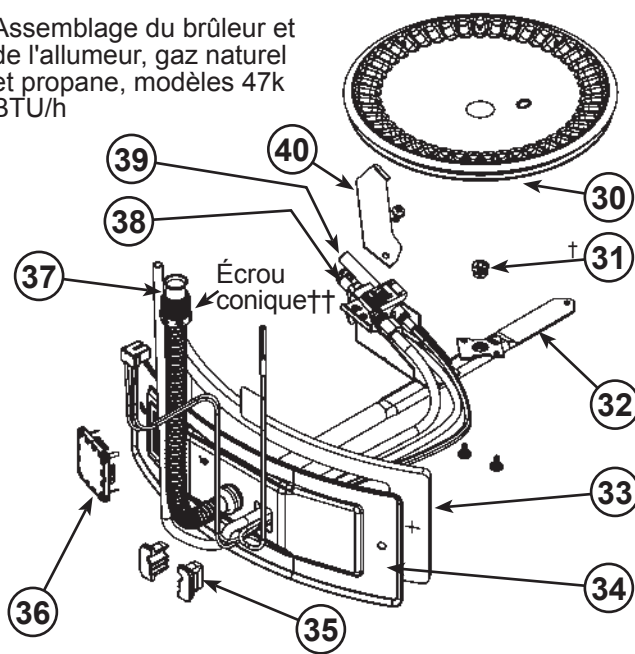

Figure 47
- 12 Assemblage de la porte du collecteur (non illustré) (voir Figure 3 et Figure 4) (voir aussi Figure 46 et Figure 47)
- 15 Tube flexible du collecteur (voir Figure 3 et Figure 4) (voir aussi Figure 46 et Figure 47)
- 30 Brûleur en tôle (voir Figure 3 et Figure 4) (voir aussi Figure 46 et Figure 47)
- 31 Orifice de gaz (voir Figure 3 et Figure 4) (voir aussi Figure 46 et Figure 47)
- 32 Collecteur (voir Figure 3 et Figure 4) (voir aussi Figure 46 et Figure 47)
- 33 Joint d'étanchéité, porte du collecteur (voir Figure 3 et Figure 4) (voir aussi Figure 46 et Figure 47)
- 34 Porte du collecteur (voir Figure 3 et Figure 4) (voir aussi Figure 46 et Figure 47)
- 35 Bloc passe-fil et étrier (voir Figure 3 et Figure 4) (voir aussi Figure 46 et Figure 47)
- 36 Regard (voir Figure 3 et Figure 4) (voir aussi Figure 46 et Figure 47)
- 37 Tube flexible du collecteur (voir Figure 3 et Figure 4) (voir aussi Figure 46 et Figure 47)
- 38 Veilleuse (voir Figure 3 et Figure 4) (voir aussi Figure 46 et Figure 47)
- 39 Thermopile (voir Figure 3 et Figure 4) (voir aussi Figure 46 et Figure 47)
- 40 Défecteur de veilleuse (voir Figure 3 et Figure 4) (voir aussi Figure 46 et Figure 47)